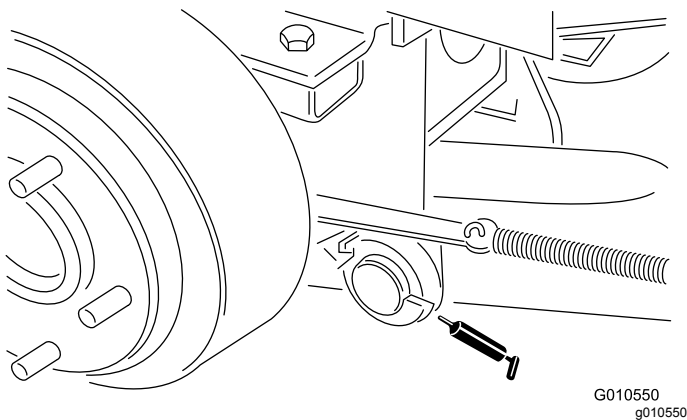

Figure 19
- Pivots de bras de levage arrière (2) (Figure 19)